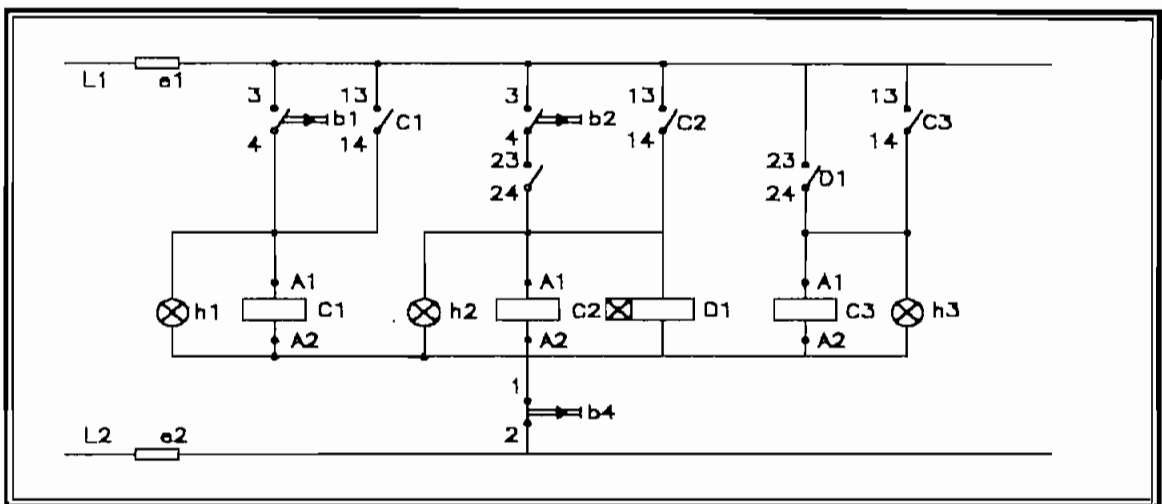

fig. 2.7 DIAGRAMA ELECTRICO DE COMANDO DE 3 MOTORES
1) Se realiza el diagrama eléctrico del problema propuesto. fig. 2.7